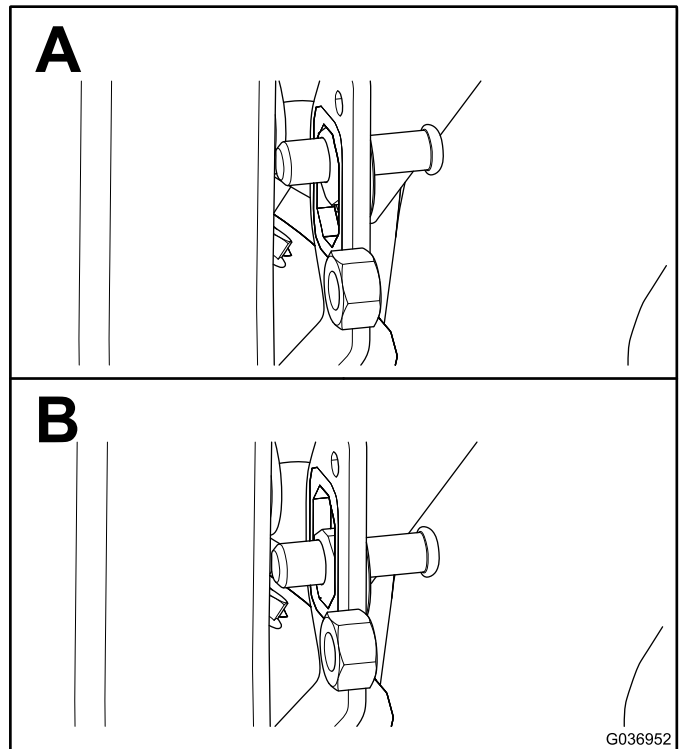

Bild 4
1. Zentrieren Sie den Arretierbolzen in der Befestigungshalterung für den Arretierbolzen auf der Schiene (Bild 4).
- Ziehen Sie die Klemmmutter an, wenn der Arretierbolzen 1,9 cm bis 2,2 cm erreicht, wie in Bild 4 abgebildet.